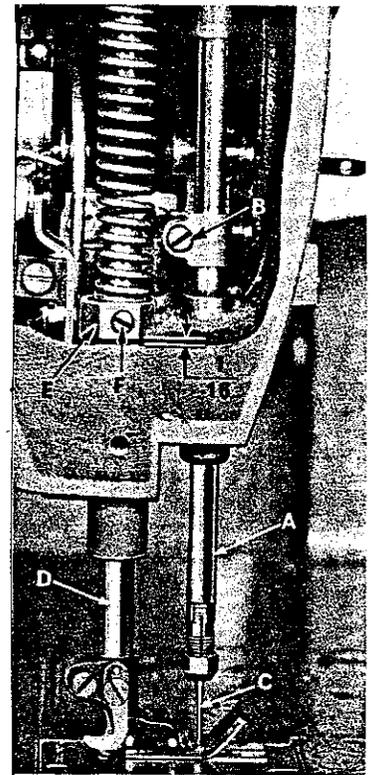

Fig. 4
Alinée la barra de la aguja. Inserte un nuevo juego de agujas (tipo y tamaño según se requiere) y gire la barra de aguja hasta que las agujas correspondan con las caras verticales de la guarda-aguja. Para voltear la barra de aguja, afloje el tornillo de la barra (B, Fig. 4) y mover según sea necesario. No se ajusta la altura de la barra en este momento. Apriete el tornillo.
Coloque la barra de aguja de manera que las partes superiores de los ojos de las agujas estén a  $1/64$ " de pulgada (0.39mm) por debajo de los loopers cuando las puntas de las mismas en su recorrido hacia la izquierda estén niveladas con el lado izquierdo de las agujas. En los Estilos 56500 A, B y C la parte superior de los ojos de las agujas deben estar niveladas con la parte inferior del looper cuando la punta de ésta esté nivelada con el lado izquierdo de la aguja. Si es necesario reajustar la altura de la barra, afloje el tornillo (B, Fig. 4) y mueva la barra de aguja (A) para arriba o para abajo, según sea necesario y apriete de nuevo el tornillo (B). En las máquinas de dos o tres agujas, tenga cuidado de no perder el ajuste de las varias agujas en cuanto a sus agujeros en la plancha,
La altura de la barra del pie prensatelas (D, Fig. 4) está correctamente fijada si es posible quitar el pie prensatelas cuando su palanca (B, Fig. 11) esté completamente deprimida. Además debe de haver aproximadamente  $1/16''$  de pulgada (1.58mm) de espacio entre la superficie inferior de la conexión de la barra del pie prensatelas y el guía (E, Fig. 4) y la superficie inferior de la apertura de la cabeza en la cama de la máquina cuando la palanca levantadora del pie prensatelas se suelte y el pie prensatelas descansa sobre la plancha, con los dientes de alimentación debajo de la plancha.
En caso de que necesite ajuste, gire el volante en la dirección del trabajo hasta que la barra de la aguja esté en su posición baja. Afloje el tornillo (F, Fig. 4). Luego, mientras sostenga el pie prensatelas contra la superficie de la plancha, levante la conexión de la barra del pie prensatelas y el guía, mediante un desarmador hasta obtener un ajuste de  $1/16''$  de pulgada (1.58mm) y apriete el tornillo. Compruebe el ajuste girando el volante hasta que la barra de la aguja esté en su posición alta y vea se el pie prensatelas puede sacarse de la máquina según se ha dicho en el párrafo anterior.